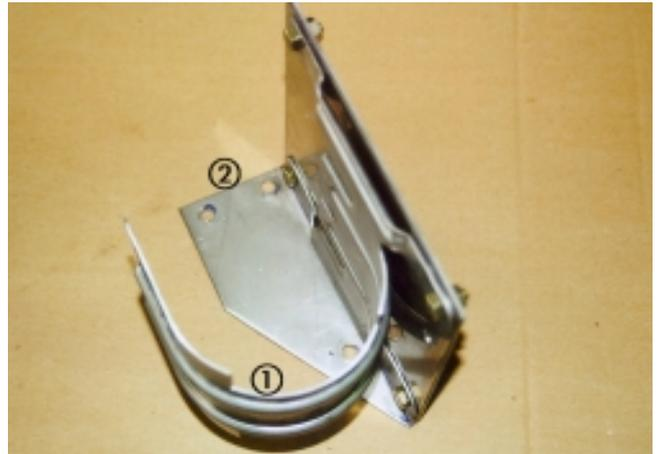

Bild 2
- ① Halteblech mit dem Gerätehalter - aus dem Einbausatz
- ② Winkelhalter aus Lochband
**Gerätehalter - aus dem Einbausatz - am Halteblech befestigen** (siehe Bild 2)